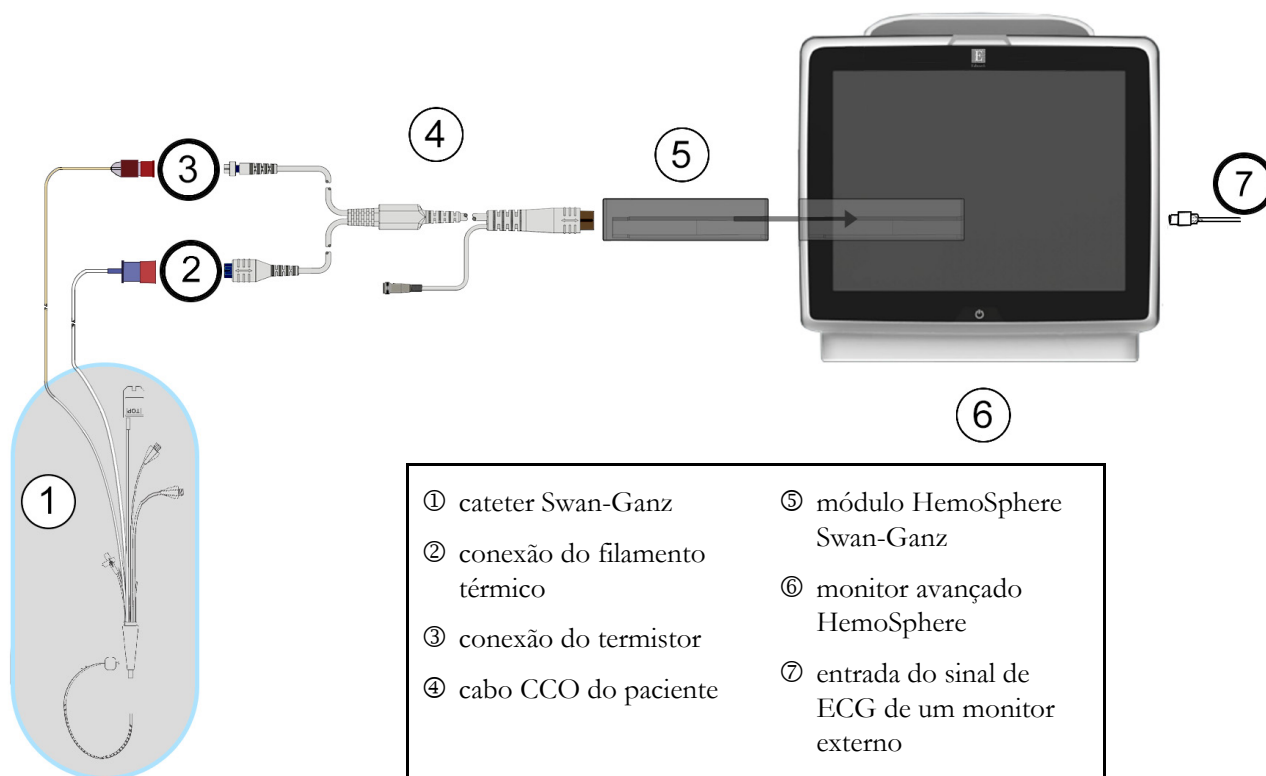

Figura 9-8 Visão geral da conexão de VDF/FEVD
- 2 Prenda a extremidade do cateter do cabo do paciente aos conectores do termistor e do filamento térmico no cateter de CCOMbo V Swan-Ganz. Essas conexões são indicadas por ② e ③ na figura 9-8.